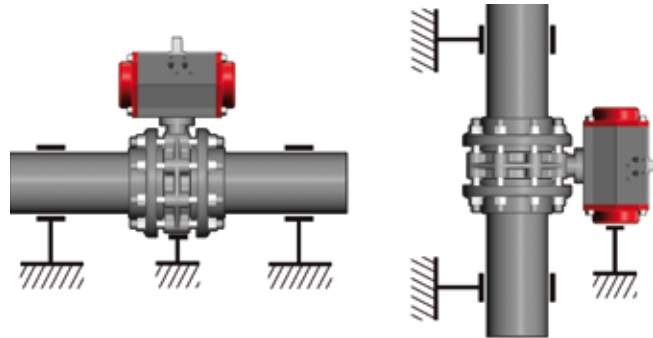

Fig. 1
- Le valvole motorizzate, devono essere adeguatamente supportate (fig. 1).
- Actuated valves should be properly installed (fig. 1).
- Pour les vannes avec actionneurs en grands diamètres prévoir un supportage adéquat (fig. 1).